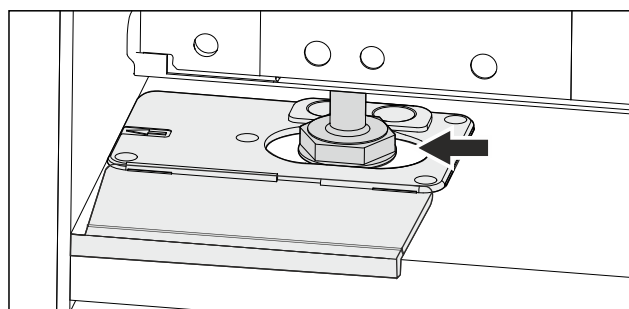

Fig. 50
- Vyrovnajte spotřebič pomocí seřizovacích nožek. Fig. 50 ()